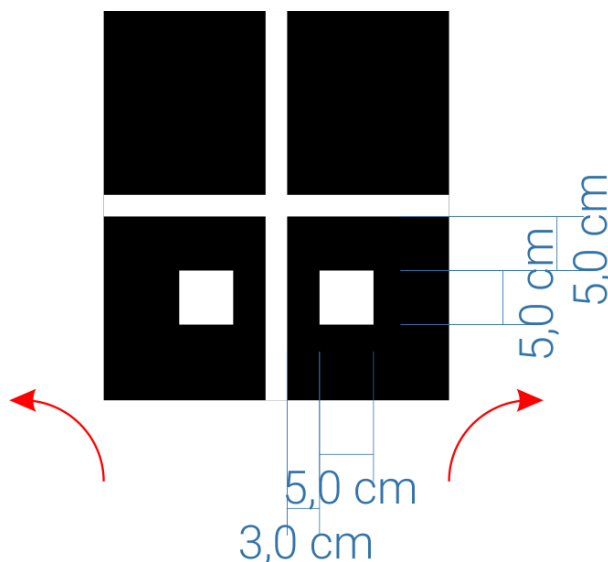

Figura 7. Bifurcação em T.
- e) A identificação das bifurcações em T conta com duas marcas brancas de 5,0 x 5,0 cm posicionadas de maneira simétrica à linha central do percurso (Figura 7), estando a 3,0 cm de cada lado desta e a 5,0 cm da bifurcação. O robô deve decidir, então, para qual lado seguir, sendo que um dos lados acarretará em um trajeto menor. Na reunião de capitães, a ser realizada no primeiro dia do evento, será informado qual lado corresponderá ao menor trajeto.